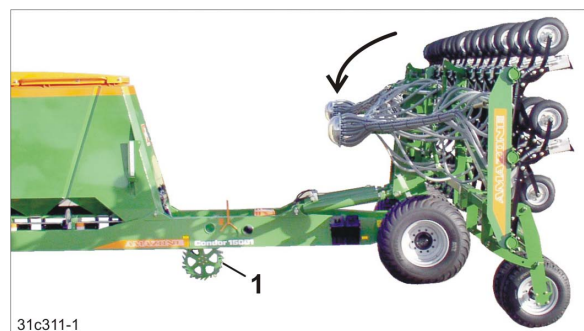

Рис. 163
5.1 Задействуйте **зеленый** блок управления до тех пор, пока не будут разложены консоли агрегата, колесо с почвозацепами (Рис. 163/1) и распределительные головки.
→ При раскладывании задней рамы колесо с почвозацепами (Рис. 163/1) опускается.